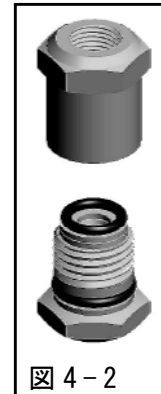

図4-2
- ・雄ねじ側に内部部品をのせて、雌ねじ側をかぶせるようにして組立てると簡単に組立てることができます。(図4-2)